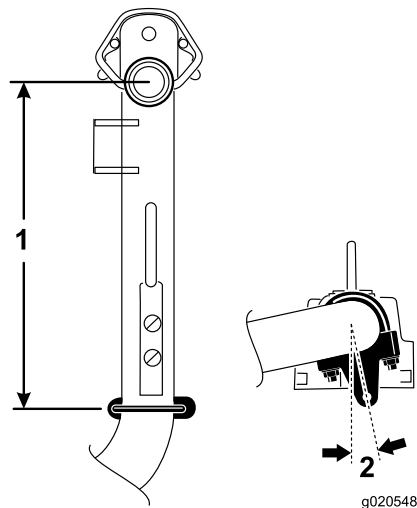

**Figura 5**
- Nos braços de elevação nº 2 e nº 3, posicione os suportes e as cavilhas em U 38 cm atrás do centro da articulação (Figura 5).